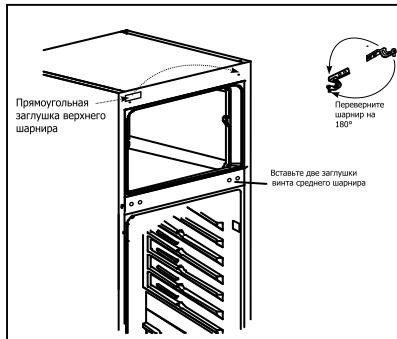

Рисунок 5.
**4** - Открутите два винта, фиксирующие верхний шарнир и снимите его. Снимите левую прямоугольную заглушку верхнего шарнира(для 238 модели), переверните верхний шарнир и шпильку верхнего шарнира и прикрутите шарнир с левой стороны. Вставьте прямоугольную заглушку верхнего шарнира на правую сторону (прилагается в комплекте с документацией). Перенесите заглушки винта среднего шарнира на правую сторону (Рис. 5).